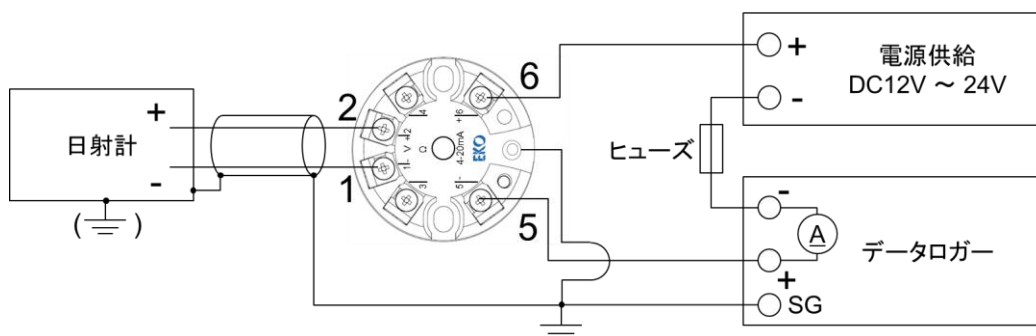

図 5-2. 配線図例(電流計を用いる場合)
- ・電流計を用いる場合: 図 5-2 の例に示す通り、4-20mA 電流ループ回路に直接電流計を挿入しその値を計測する方法。
電流計を用いた場合(図 5-2)